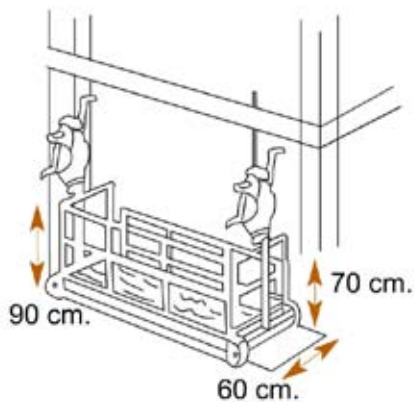

Figura. 2
6. Deberán estar provistos de barandillas de una altura no inferior a 90 centímetros, con listón intermedio y rodapié de 15 cm. De altura mínima, además de barandilla interior de 70 cm. Obligatoria a partir de una separación mínima entre paramento y andamio de 20 cms. (Ver figura 2)